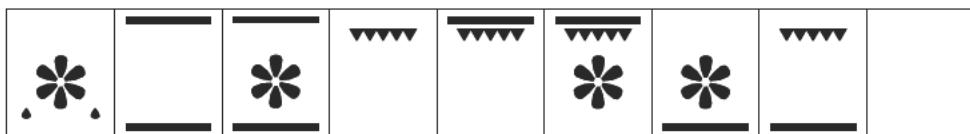

Fig. 5 : Mode de fonction du four
- En mode de veille, basculez entre les différentes fonctions en tournant le bouton de programmation pour sélectionner la fonction. Reportez-vous à la Fig. 5 pour voir l'ordre des fonctions. (Pas de défilement en boucle, la fonction du four mémorisera la dernière sélection.)